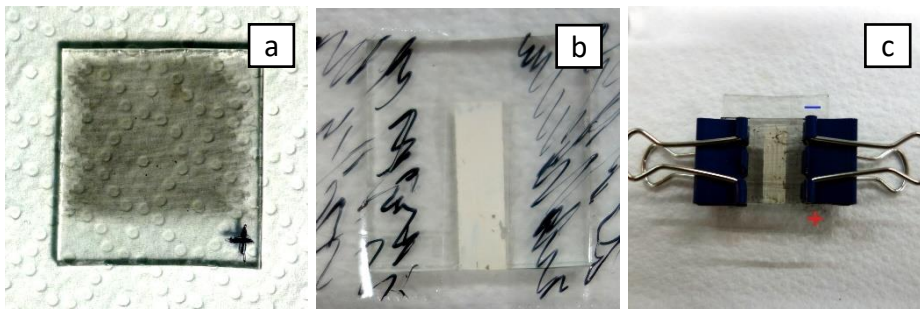

Abbildung 4
1. Stelle eine Graphit-Elektrode her, indem du die leitfähig beschichtete Seite der Glasscheibe bis auf einen Randstreifen mit einem weichen Bleistift bemalst. (Abb. 4 a)
2. Zum Schutz vor Kurzschlüssen: Beklebe den unbeschichteten Rand der  $\text{TiO}_2$ -Elektrode mit Klebefilm. (Abb. 4 b)
4. Verwende zwei Foldback-Klammern um die Glasscheiben dauerhaft zusammenzuhalten. (Abb. 4 c)